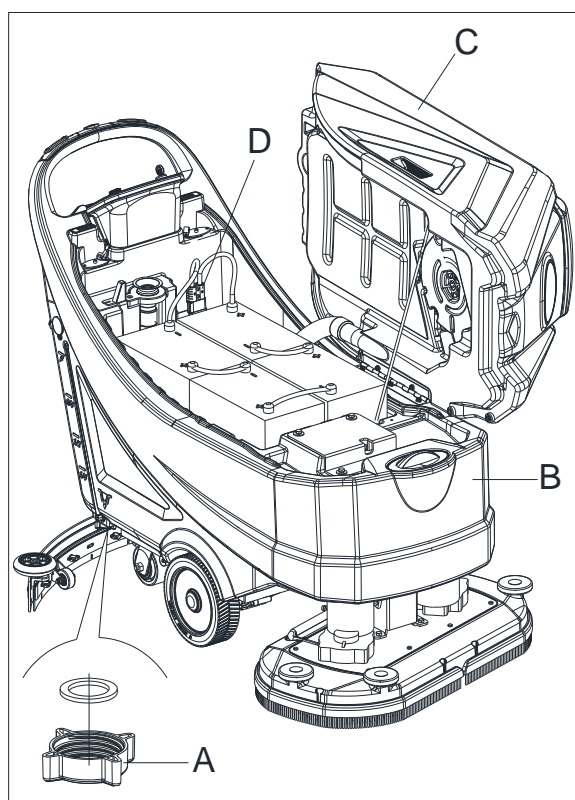

Figura 18
1. Svuotare il serbatoio della soluzione detergente dal coperchio di uscita (A, Figura 18). A fine lavoro, sciacquare il serbatoio con acqua pulita.
4. Svuotare i serbatoi (B e C, Figura 18) come indicato nel paragrafo precedente.